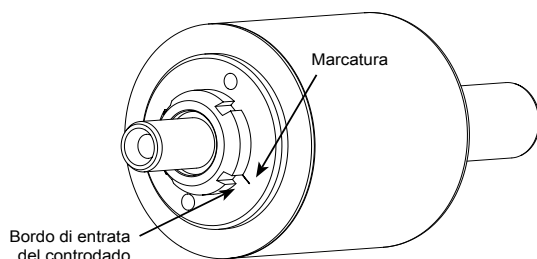

FIGURA 16
4. Inserire il magnete interno facendolo scivolare sull'albero e impegnare il perno del magnete nel foro della rondella di spinta. Installare il controdado con il bordo smussato rivolto verso l'esterno. Serrare il controdado secondo la coppia di valore fornito nella **tabella 6**. Marcare il bordo di uscita della fessura del controdado. Vedere la figura 16. Tirare indietro il controdado finché il bordo d'ingresso della stessa guida non sia allineato con il segno marcato. In questo modo si stabilirà il gioco corretto per le rondelle di spinta.